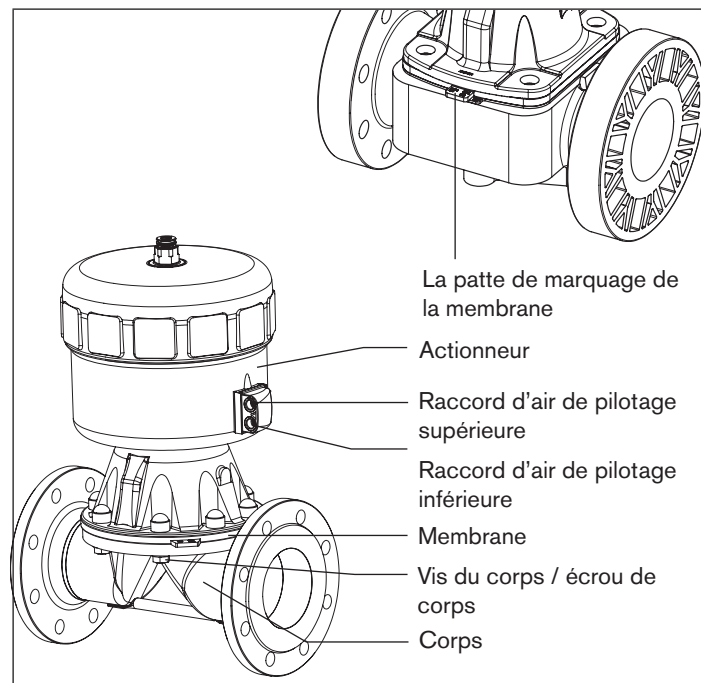

Fig. 15 : Maintenance
La patte de marquage de la membrane doit être perpendiculaire au sens du débit (voir « Fig. 15 »).
- Appliquer de l'air comprimé (5 bars) au raccord d'air de pilotage supérieure (voir « Fig. 15 »).